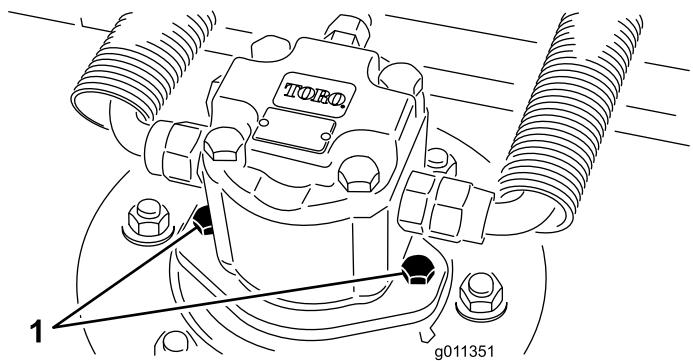

図 67
2. デッキから油圧モータを外す図 67。異物がつかないように、スピンドル上部にはカバーをかけておく。
4. デッキに油圧モータを取り付ける図 67。Oリングを忘れずに、また、損傷させないよう注意して取り付ける。